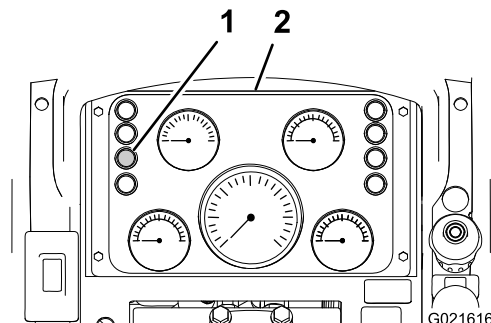

Рисунок 48
2. Проверьте показание индикатора засорения воздухоочистителя на блоке приборов (Рисунок 48).